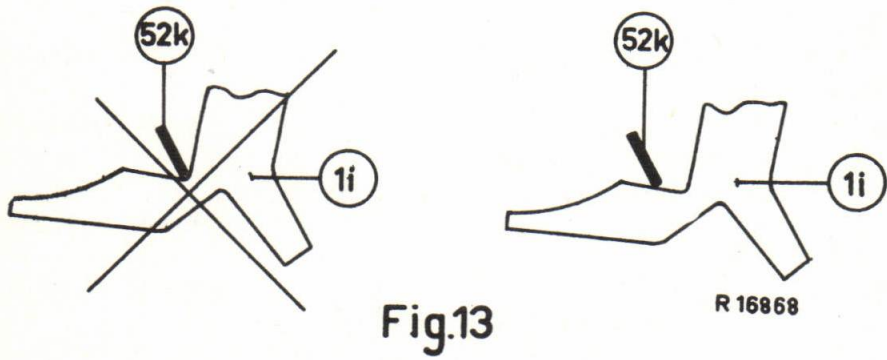

Fig.13
- 16) De beugel 52 k moet dan zodanig ingesteld zijn dat de zijkant hiervan aanligt tegen het schuine gedeelte van de hefboom 1i (zie fig.13)